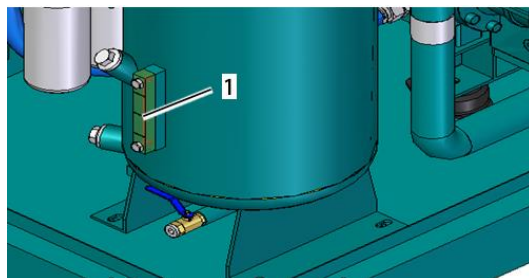

图30：检查观油镜中的冷却液液位
7. 检查观油镜中的冷却液液位(图30/1)，若有需要请依照(☞ 第7.4.3章「查看冷却液液位/添加冷却液」)所述添加冷却液。